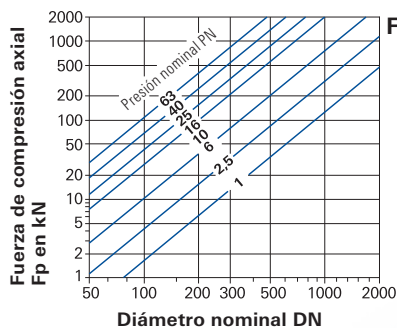

Figura 2
- Prestar atención a que los puntos de fijación, en los extremos de las secciones de tubería compensadas, estén lo suficientemente dimensionados. Estos deben absorber tanto las fuerzas de compresión axiales que pueden ser muy elevadas, así como también la fuerza de ajuste del compensador y las fuerzas de rozamiento de los soportes de los tubos. (Figura 2).